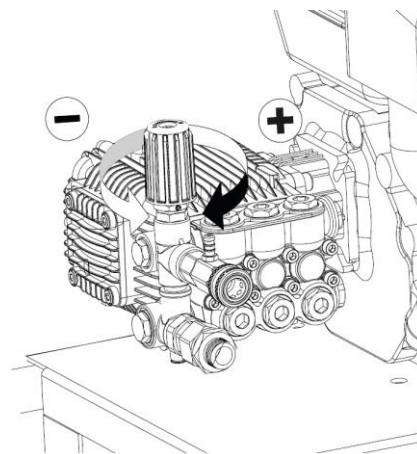

Fig. 12
- Regolare la pressione di spruzzo ruotando la manopola di regolazione della pressione (14) in senso orario o antiorario. Utilizzare una pressione inferiore per lavare un'auto o una barca e una pressione superiore per rimuovere la vernice o pulire i vialetti. Fare riferimento alla Fig. 12.